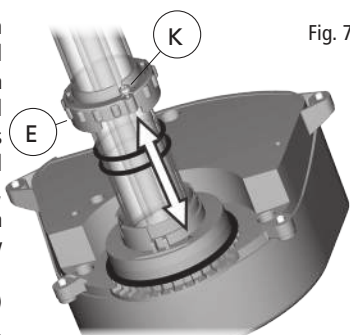
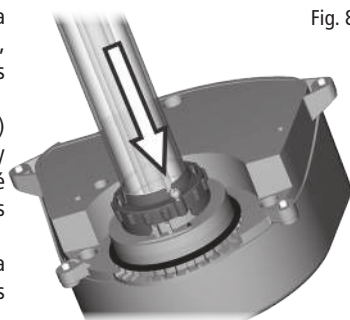
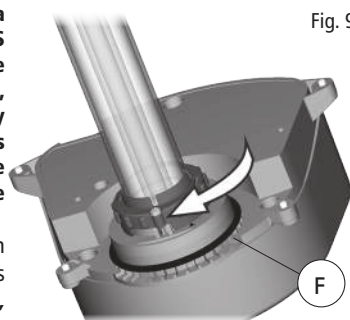

Fig. 7
Fig. 8
Fig. 9
- En este punto es posible limpiar el manguito de cuarzo (C), si es necesario. **Para hacerlo, use un paño suave y húmedo para quitar el sarro calcáreo y los desechos. En caso de suciedad difícil de quitar, puede usar un poco de vinagre. No use detergentes u otros limpiadores químicos. Si no hay necesidad de reemplazar la lámpara UVC, diríjase al paso n.º 10.**
- Para tener acceso a la lámpara UVC (B), extraiga el manguito de cuarzo (C). Primero, desenrosque unas 3 vueltas el tornillo de seguridad (K) del aro de brida (E) que sujeta el manguito a la tapa superior UVC. A continuación, gire el aro de brida aproximadamente 30 grados hacia la izquierda hasta que el tornillo coincida con la flecha presente en la tapa superior UVC, y tira de él para desacoplarlo de su lugar. Importante: El aro de brida incluye un tornillo de seguridad antipérdida. No es necesario que extraiga el tornillo por completo. Simplemente, desenrosque el tornillo hasta que el aro de brida quede suelto y se pueda desacoplar de su lugar.
- Una vez que extraiga el manguito de cuarzo, quite la lámpara UVC (B) del portálmparas (si no es la primera puesta en marcha) y reemplácela con una nueva. **ADVERTENCIA: NO INTENTE MIRAR HACIA LA LÁMPARA CUANDO ESTÁ ENCENDIDA.** La exposición directa a la luz ultravioleta puede dañar los ojos y la piel. No pruebe la lámpara UVC a menos que el filtro esté completamente ensamblado y cerrado. **IMPORTANTE:** Siempre utilice piezas de repuesto originales de Laguna. Consulte la Lista de piezas de repuesto para identificar correctamente el número de piezas.
- Coloque el manguito de cuarzo (C) y las dos juntas tóricas (D) de vuelta en su posición original. Se recomienda lubricar las juntas tóricas con un lubricante adecuado. **IMPORTANTE:** El amortiguador de lámpara (Y) que está dentro del manguito de cuarzo debe estar entre la lámpara y la parte inferior del manguito de cuarzo. No lo extraiga. **IMPORTANTE – Las dos juntas tóricas (D) del manguito de cuarzo (C) deben remplazarse cada vez que se abra el aparato.**
- Coloque el aro de brida (E) en su posición original. Simplemente, haga coincidir el tornillo con la flecha y presione la brida hacia la tapa superior UVC; luego, gire el aro de brida aproximadamente 30 grados hacia la derecha en la dirección del tornillo de seguridad (K). En este punto, atornille el tornillo de seguridad (K) para ajustar el aro de brida (fig. 7, fig. 8 y fig. 9).
- Verifique el manguito de cuarzo (C) para asegurarse de que no esté dañado. Compruebe que todos los componentes estén presentes y se hayan vuelto a ensamblar correctamente. Si tiene dudas, consulte con el distribuidor de productos Laguna.
- Coloque la tapa superior UVC (A) nuevamente sobre la tapa del filtro (G) y procure que la junta tórica (F) interna esté debidamente colocada antes de fijar los tornillos (J) a la tapa superior UVC.
- Para fijar la tapa superior UVC (A) a la tapa del filtro, reajuste los 4 tornillos antipérdida (J) de la tapa superior UVC. **ADVERTENCIA. Riesgo de descarga eléctrica: Antes de encender la lámpara, asegúrese de que TODAS las juntas tóricas estén nuevamente colocadas en su posición original, TODOS los tornillos estén ajustados y el aparato no presente daños. Antes de conectar el aparato a la fuente de alimentación, realice el test de humedad del filtro (consulte abajo).**